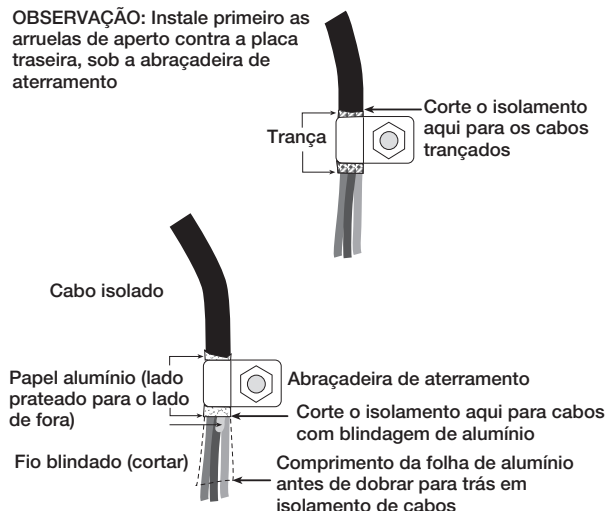

Figura 2-3. Conexão da abraçadeira de aterramento para os cabos shieldados e com blindagem de alumínio
- Para cabos com blindagem de alumínio, desencape 15 mm (meia polegada) do isolamento e do alumínio do cabo após a abraçadeira de aterramento (veja Figura 2-3). Dobre a blindagem de alumínio novamente sobre o cabo onde ele passa pela abraçadeira. Certifique-se de que o lado prateado (condutor) do alumínio esteja voltado para fora para que faça contato com a abraçadeira de aterramento.
- Para cabos com blindagem trançada, desencape o isolamento e a blindagem logo após a abraçadeira de aterramento. Desencape outra meia polegada (15 mm) da isolação *somente* para expor a trança onde o cabo passa pela abraçadeira (veja Figura 2-3).